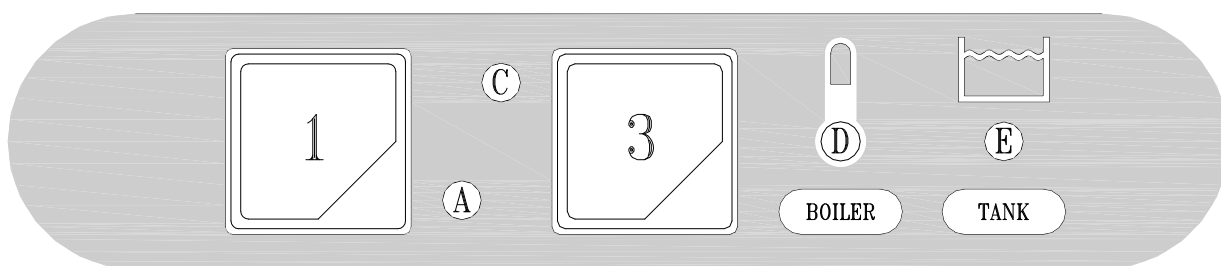

Fig. 3-2
- A riempimento avvenuto, aprire la porta (I) e introdurre il detersivo (ca. 2 gr. per litro di capacità della vasca). Inserire il cesto (L) carico e chiudere la porta (I). A questo punto premere il pulsante START (3) (almeno per 2 secondi) e avrà inizio il ciclo di lavoro visualizzato dalla lampada spia (C): la fine del ciclo coincide con lo spegnimento di questa spia. Per spegnere la macchina si dovrà disinserire l'interruttore (1) portandolo nella posizione (0) spia (A) spenta. (fig.3-2+3-3).
- When the water intake cycle is complete, open the door (I) and add detergent (about 2 g. per litre of tank capacity). Position the full basket (L) and close the door (I). Now press the START button (3) (at least for 2 seconds) and the wash cycle displayed by light (C) will start. When the cycle is over, this light goes out. To turn off the appliance, turn the switch (1) to 0. Light (A) indicates the appliance is off (fig.3-2+3-3).
- Nach erfolgter Füllung die Tür (I) öffnen und das Spülmittel einfüllen (ca. 2g/l Fassungsvermögen des Spülbehälters) Den gefüllten Geschirrkorb (L) einsetzen und die Tür (I) schließen. Nun die START-Taste (3) mindestens 2 Sekunden lang drücken, und das Spülprogramm beginnt, die Kontrolllampe (C) leuchtet auf und am Programmende erlischt die Kontrolllampe. Um das Gerät auszuschalten, muß der Schalter (1) auf die Position 0 gestellt werden, die Kontrolllampe (A) erlöscht (fig.3-2+3-3).
- Lorsque le remplissage est terminé, ouvrir la porte (I) et verser le détersif (environ 2 g pour chaque litre remplissant la cuve). Introduire le panier (L) plein et fermer la porte (I). A ce stade, presser le bouton-poussoir START (3) (au moins 2 secondes) et le cycle de fonctionnement commencera, visualisé par la lampe-témoin (C). La fin du cycle coïncide avec l'extinction de ce voyant. Pour arrêter la machine, il faudra débrancher l'interrupteur (1) en le ramenant sur la position 0: lampe-témoin (A) (fig.3-2+3-3).
- Después del llenado, abra la puerta (I) y vierta el detergente (2 gramos aproximadamente por litro de capacidad de la cuba). Introduzca el cesto (L) carga y cierre la puerta (I). Pulse ahora START (3) (almenos durante 2 segundos) para arrancar el ciclo de trabajo: se enciende la luz testigo (C), que se apagará al final del ciclo. Para apagar la máquina desconecte el interruptor (1): posición 0, luz testigo (A) apagada (fig.3-2+3-3).